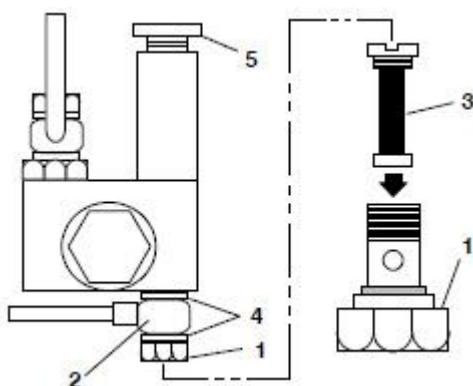

Рисунок 4-1. Механический топливный насос
- Поверните верхнюю часть механического насоса (см. Рисунок 4-1) против часовой стрелки, чтобы разблокировать его, затем начните быстро прокачивать систему пока не будет ощутимого сопротивления, что будет говорить о том, что топливо пошло в систему.